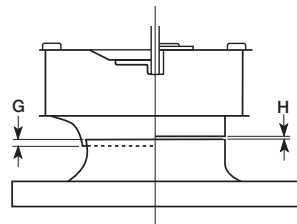

Figure 7 - Chevauchement et espace de la turbine
- Vérifier le bon serrage de toutes les fixations et vis de calage. La turbine doit tourner librement et être alignée comme illustré à la Figure 7.